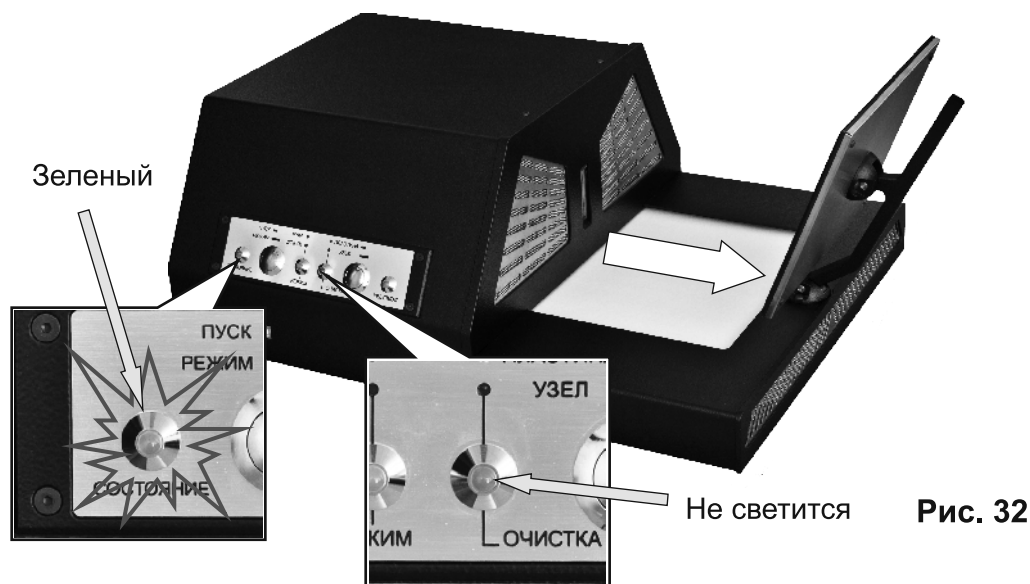

Рис. 32
5. По завершении анализа пробоотборная пластина возвращается в исходное положение, индикатор «Состояние» меняет цвет свечения с *красного на зеленый* (Рис. 32).
5. По завершении анализа пробоотборная пластина возвращается в исходное положение, индикатор «Состояние» меняет цвет свечения с *красного на зеленый* (см. рис. 32 на стр. 25).